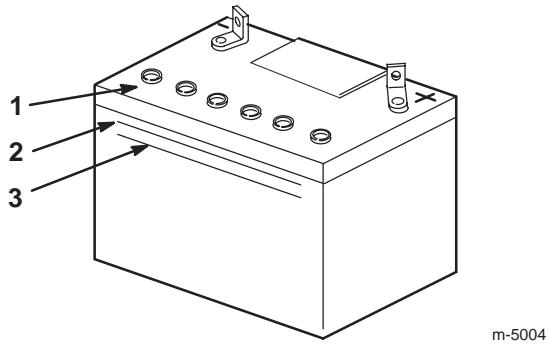

Bild 58
- Sehen Sie sich die Seite der Batterie an. Der Füllstand muss bis zur **oberen** Linie reichen (Bild 58). Die Säure darf nicht unter die **untere** Linie fallen (Bild 58).
3. Entfernen Sie die Entlüftungsdeckel von der Batterie (Bild 58).
4. Gießen Sie langsam destilliertes Wasser in jede Batteriezelle, bis der Säurestand die **obere** Linie (Bild 58) am Batteriegehäuse erreicht.
5. Warten Sie nach dem Füllen der Batteriezellen fünf bis zehn Minuten. Gießen Sie bei Bedarf destilliertes Wasser in jede Batteriezelle, bis der Säurestand die **obere** Linie (Bild 58) am Batteriegehäuse erreicht.